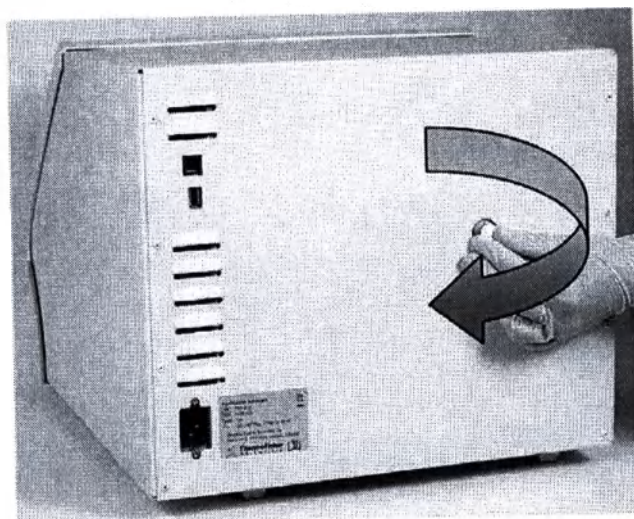

Рисунок 3-18. Установка транспортировочного фиксатора.
4. Установите транспортировочный фиксатор на место, закрутив подпружиненный винт по часовой стрелке (Рисунок 3-18). Когда магнитная голова правильно установлена после выполнения шагов 1-2 имеется единственно возможное положение для фиксации винта.